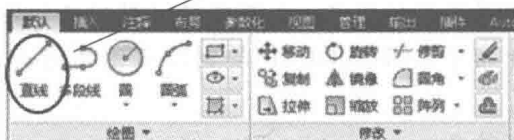

图3-3 “直线”按钮在“绘图”选项组中的位置
- 选项组：[默认] → [绘图] → 直线 (图 3-3 圈示位置)